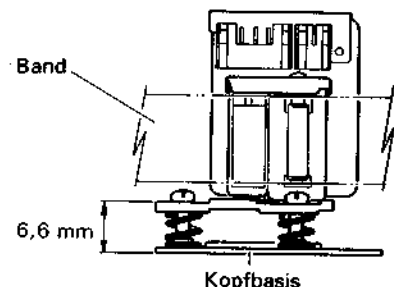

Abb. 1-2-3 Audio/Kontrollkopf-Höhe
- 2) Vor dem Einbau des Audio/Kontrollkopfes auf dem Haupt-Deck die Grobeinstellung des Audio/Kontrollkopfes wie in Abb. 1-2-3 gezeigt durchführen.